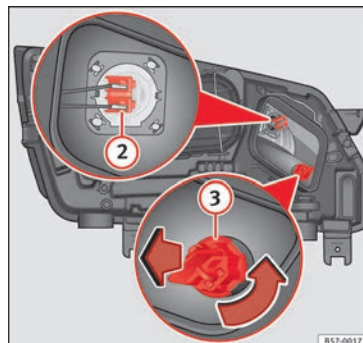

Fig. 108 En el vano motor: lámpara de luz de carretera ② y lámpara intermitente ③.
3. Presione lateralmente el conector » **fig. 108 ②** a la izquierda o derecha y tire.
3. Gire el portalámparas » **fig. 108 ③** a la izquierda y tire.